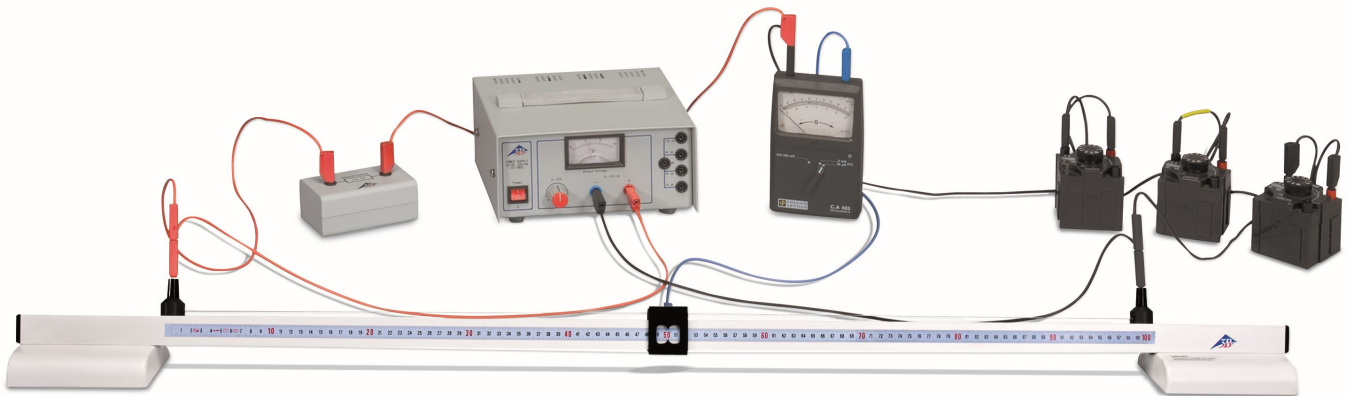

Fig. 1 : Agencement de mesure.
- Montez l'expérience comme le montre la Fig. 1. Pour cela, reliez la douille de connexion noire du pont de mesure à résistance une fois avec le pôle négatif du bloc d'alimentation et une autre fois avec la douille « COM » du galvanomètre à zéro via les décades de résistances montées en série. Reliez la douille de connexion rouge de gauche du pont de mesure à résistance une fois avec le pôle positif du bloc d'alimentation et une autre fois avec la douille « COM » du galvanomètre à zéro via la résistance de précision 100 Ω ou 1 kΩ. Reliez la deuxième douille du galvanomètre à zéro au contact de frottement du pont de mesure à résistance. Ne mettez pas encore le bloc d'alimentation en marche.